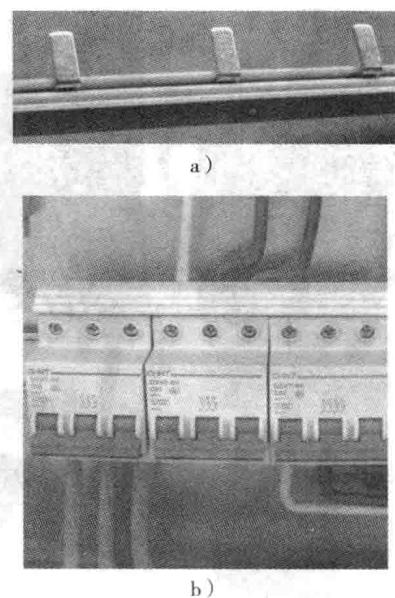

图 1-11 小型断路器通过汇流排安装
3) 多个小型低压断路器成排安装时，可以使用汇流排将上端连接起来，然后只需接三根相线即可，这样不但美观，还可以减小很多短接线，如图 1-11 所示。有的读者可能要问了，图 1-11b 中的 3 个断路器的电源进线是怎样并连起来的呢？原来汇流排是由连接片和绝缘板组成，连接片将同一相连接起来，绝缘板又将三相间绝缘开来，两者有机的结合，即起到很多短接线才能起到的作用。